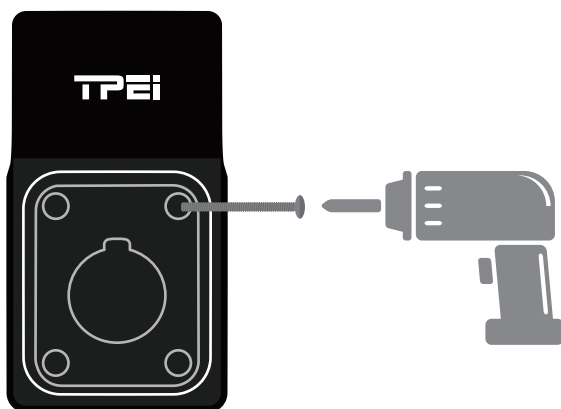

Abb. 5-23
5. Befestigen Sie die Ladestation mit den im Lieferumfang enthaltenen Dehnschrauben an der Wand. (Siehe Abb. 5-23)